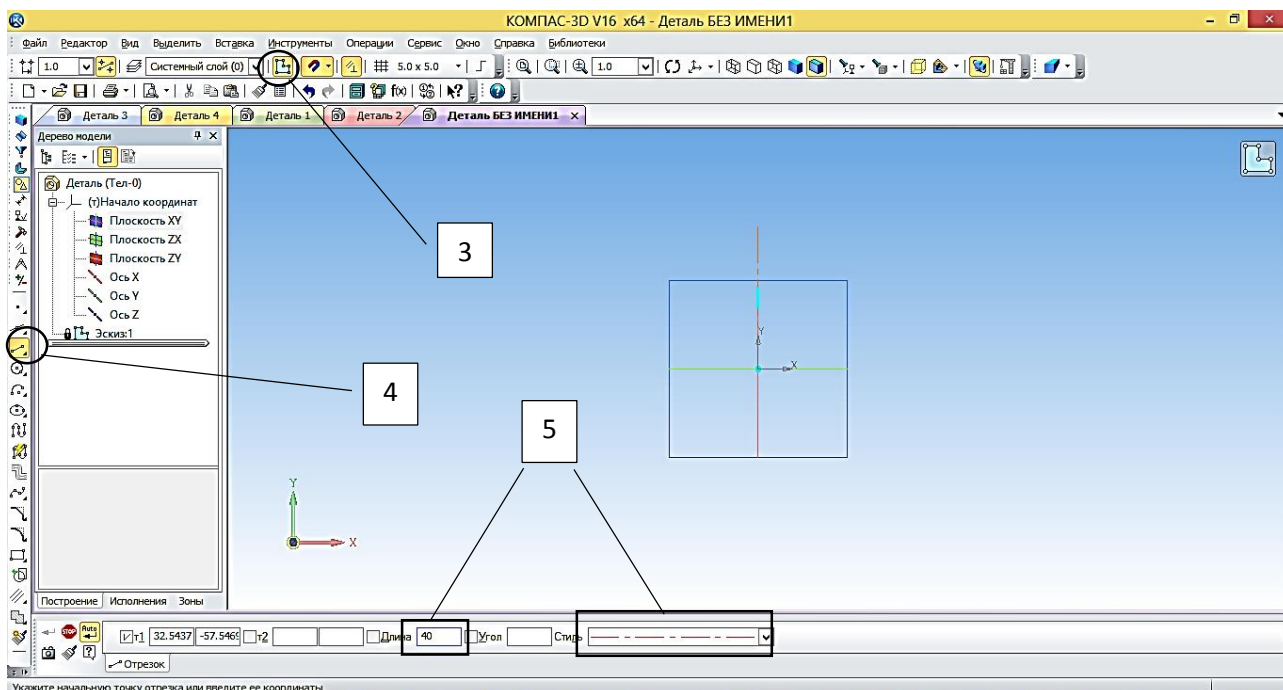

Рисунок 29 – Построение вертикального отрезка стилем **Осевая** из начала координат длиной 40мм
7. постройте вертикальный отрезок стилем **Осевая** из начала координат длиной 40мм (рисунок 29);